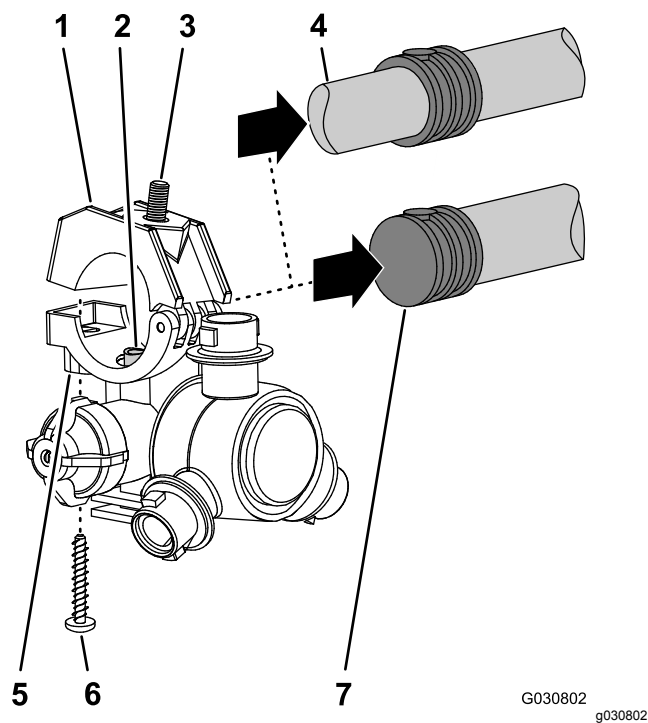

図 70
8. 左右とセンターのブームから取り外した12個のノズル全部について両側または片側バーブ付きホースシャック3/4"とそのクランプの上半分とを各ノズルのボディに固定しているステンレスねじ#12 x 1 1/4"を外してバーブ付きホースシャックを外す 図 70。